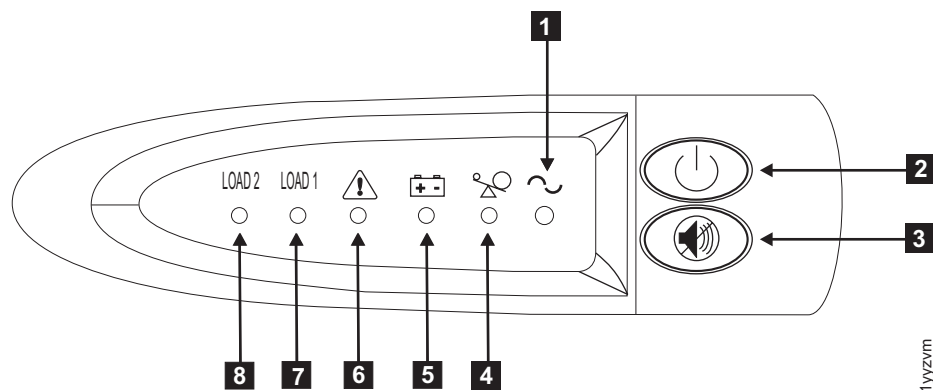

図 14. 無停電電源装置 5115 の電源スイッチとインディケータ
7. UPS 5115 からピープ音聞こえるまで (約 1 秒)、オン/オフ・ボタン **2** を押したままにする。UPS 5115 が自己診断テストを行う間、フロント・パネルのインディケータが始動シーケンスを循環します。図 14 を参照してください。